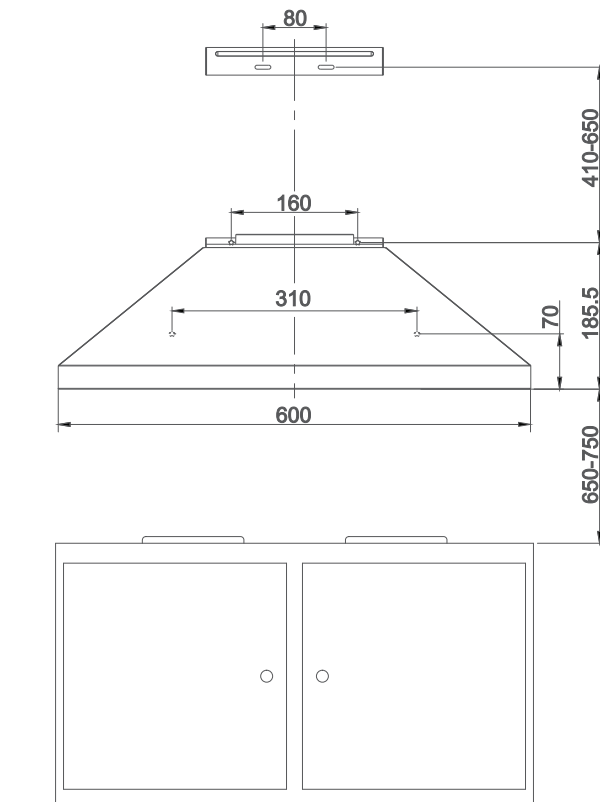

Рис. 2
5. Вытяжка должна быть подвешена на расстоянии 650 - 750 мм над уровнем варочной панели для ее безопасной и эффективной эксплуатации. (См. Рисунок 2)